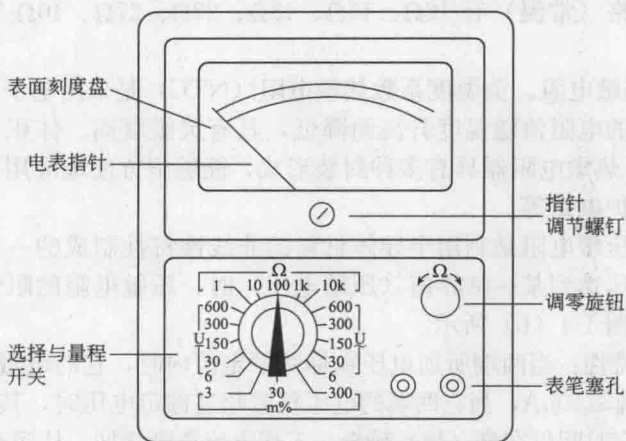

图 1-5 万用表调零
(1) 测量固定电阻值
① 将万用表的功能选择开关旋转到适当量程的电阻挡,将两表笔短路,调节“0 Ω ”电位器,使表头指针指向“0”,然后再进行测量。如图 1-5 所示。注意在测量中每次变换量程,如从 $R \times 1$ 挡换到 $R \times 10$ 挡或其他挡后,都必须重新调零后再测量。